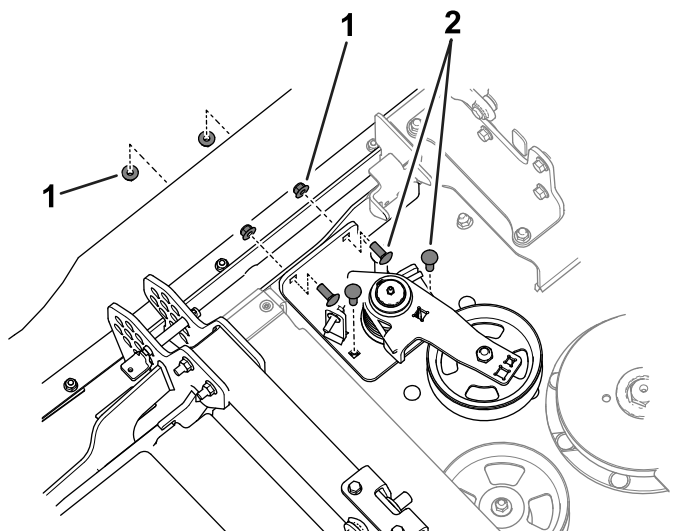

図 3
3. テンショナーアセンブリをカッティングユニットに固定しているキャリッジボルトとワッシャーを取り外す(図 3)。